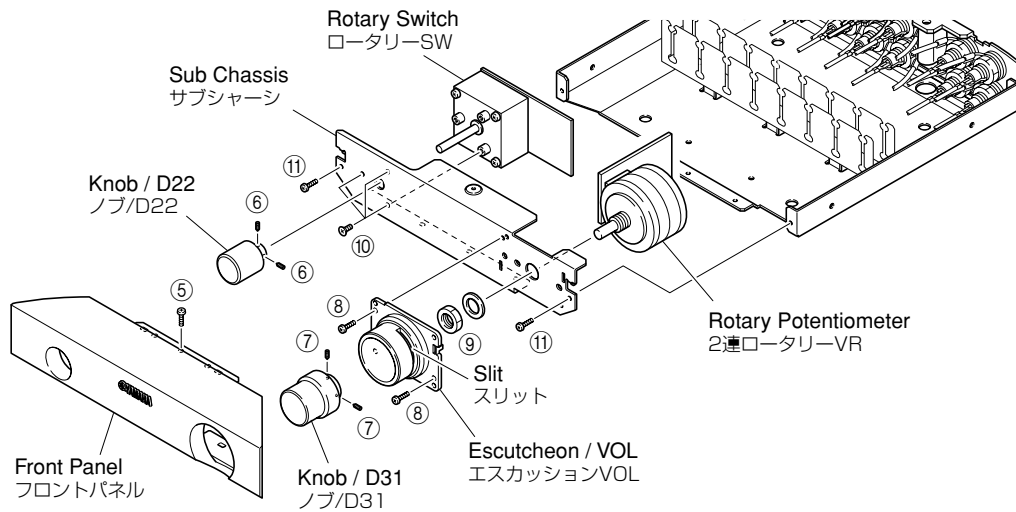

Fig. 3
3. Removal of Front Panel (Fig. 3)
- Remove 1 screw (⑤).
4. Removal of Knob (Fig. 3)
- Using a 1.5mm hexagon wrench, loosen 2 screws (⑥).
- Using a 1.5mm hexagon wrench, loosen 2 screws (⑦).
- Remove the 2 screws (⑧).
5. Removal of Rotary Potentiometer, Rotary Switch (Fig. 3)
- Remove the nut (⑨).
- Remove 3 screws (⑩).
- Loosen 2 screws (⑪) to remove the Sub-chassis.
3. フロントパネルの外し方 (Fig. 3)
- ⑤のネジ1本を外します。
4. ツマミの外し方 (Fig. 3)
5. 2連ロータリーVR、ロータリーSWの外し方 (Fig. 3)
- ⑨のナットを外します。
- ⑩のネジ3本を外します。
- ⑪のネジ2本を外し、サブシャーシを取り外します。